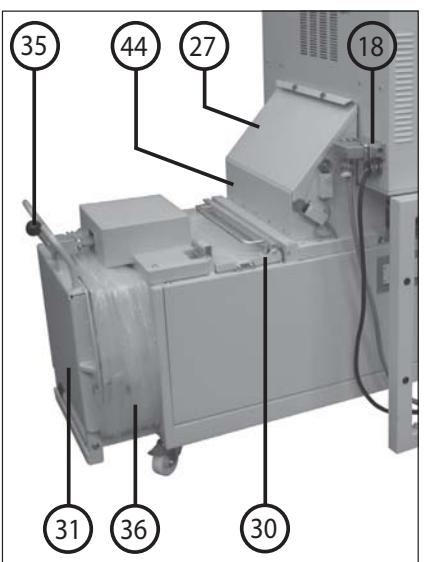

fig. 2
Si le compartiment dans l'entonnoir (44) (fig. 2) est complètement rempli de documents en raison d'un bourrage dans l'orifice d'introduction et si la machine a été arrêtée par le soulèvement du volet de protection (27) (fig. 2). Le voyant de contrôle (9) « Bourrage sortie » clignote.